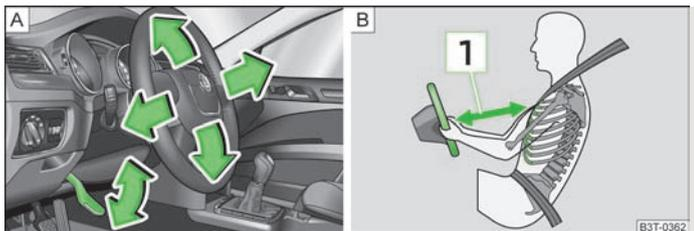

Fig. 112 Volante ajustável: alavanca situada sob o volante / distância segura relativamente ao volante
- Deve manter uma distância mínima de 25 cm [\[1\]](#) em relação ao volante » Fig. 112 - [\[B\]](#). Se não respeitar esta distância mínima, o sistema de airbags não o poderá proteger - Perigo de vida!
- Desloque para baixo a alavanca situada sob o volante » Fig. 112 - A.